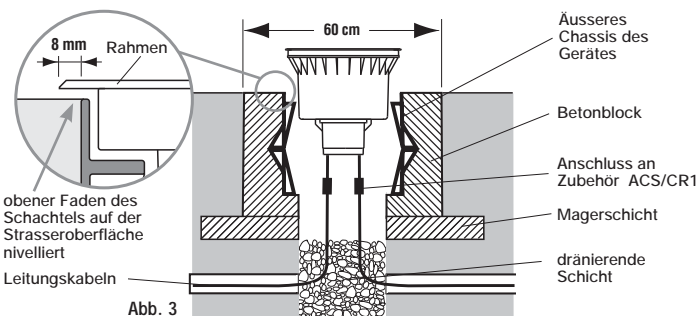

Abb. 3
- 5) se référer à la figure 3, faire une base de ciment sur laquelle s'appuie le bloc de béton en ayant soin de laisser au centre un trou de diamètre 20 cm pour le drainage. Prévoir le passage des câbles électriques.
- 6) insérer le puits extérieur de l'appareil dans un bloc de fondation en béton dosé à 200 Kg de ciment type 325 par mètre cube de mélange ayant un diamètre (ou un côté) non inférieur à 60 cm. Le bord supérieur du puits extérieur de l'appareil devra être parfaitement nivelé au plan du sol selon le détail de fig.3.